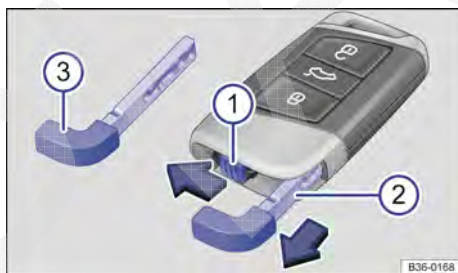

Fig. 73 Chave do veículo: destravamento da chave de emergência.
Legenda para Fig. 73:
- ① deslizar a trava na direção da seta.
- ② Retirar a chave de emergência no sentido da seta.
- ③ Destruar ou travar o veículo com a chave de emergência.
Na chave do veículo se encontra uma chave de emergência → Fig. 73 ③ para destravamento e travamento manual do veículo.